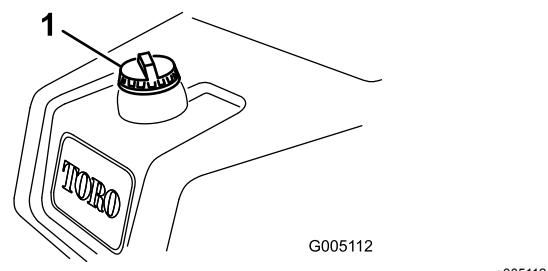

図 21
- 燃料キャップの周囲をきれいに拭いてキャップを外す図21。